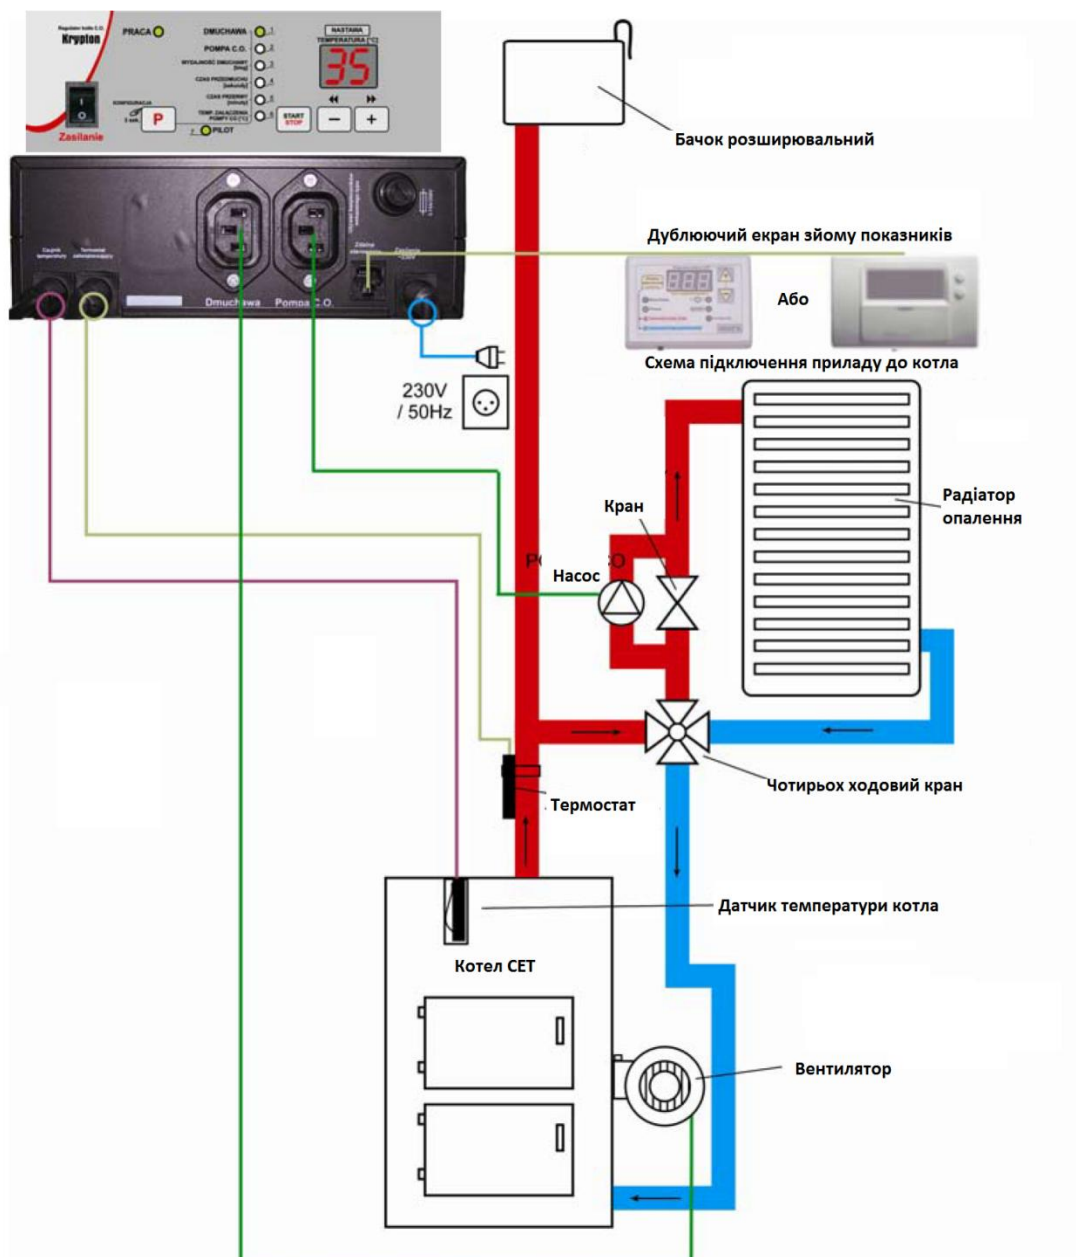

Рисунок 4 - Схема під'єднання блока керування (регулятора температури) Krypton до котла
- встановити і закріпити блок керування (регулятор температури) в зоні обслуговування котла на нерухомій поверхні і під'єднати кабелі до елементів (вузлів) котла і мережі живлення 220 В згідно схеми (рис. 4). Блок керування (регулятор температури) повинен бути встановлено так, щоб покази на дисплеї панелі блока керування було чітко видно обслуговуючому персоналу.